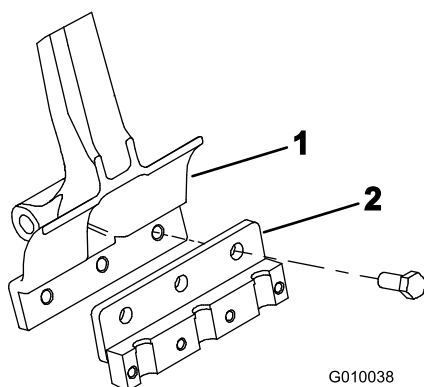

Figura 22
2. Monte um suporte de dente em cada braço de dente com 3 parafusos (1/2 x 1-1/4 pol.) (Figura 22). Aperte os parafusos a 101,6 Nm.